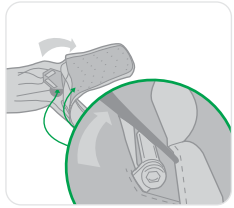

Figure 9
- Ouvrez la fermeture éclair du panneau arrière du sac à dos et vérifiez que le connecteur du harnais n'est pas endommagé, déformé, corrodé ou fissuré. Vérifiez que le boulon de fixation est bien vissé (voir Figure 9). En cas d'endommagement visible, n'utilisez pas le dispositif. Mettez le Latchways PRD descender device hors service et consultez MSA.